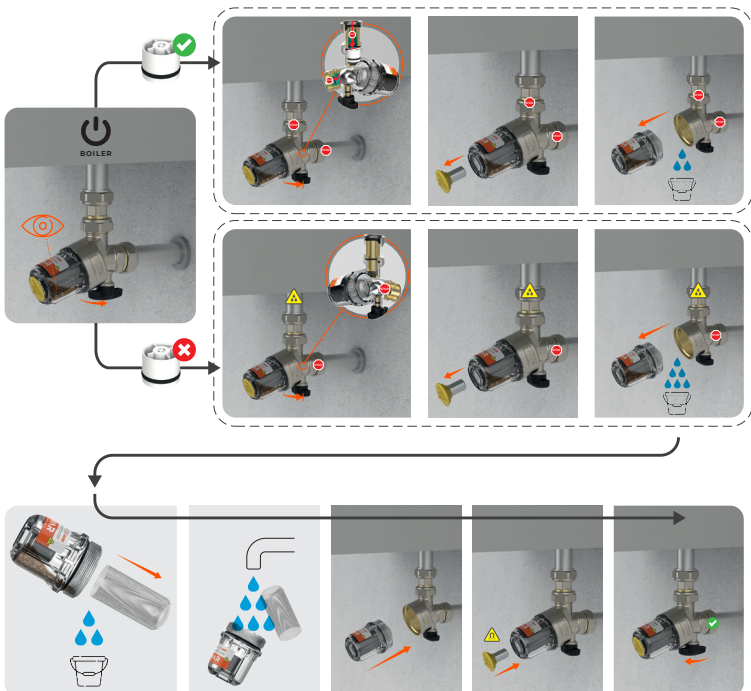

Abbildung 1
8. Den Maschenfilter wieder in der Tasse montieren, Achten Sie dabei darauf, dass die Ausrichtung der in Abbildung 1 entspricht.